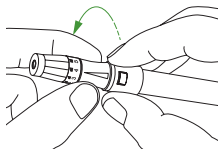

Figura 25
PASO 5: Ajuste el nivel de la lanceta. La punta ajustable posee 5 niveles de penetración en la piel. Para seleccionar la profundidad deseada, gire la punta ajustable en ambas direcciones hasta que el número quede alineado con la flecha. Para seleccionar la mejor profundidad: 1-2 para piel suave o delgada, 3 para piel promedio, 4-5 para piel gruesa o callosa. Véase la figura 25.